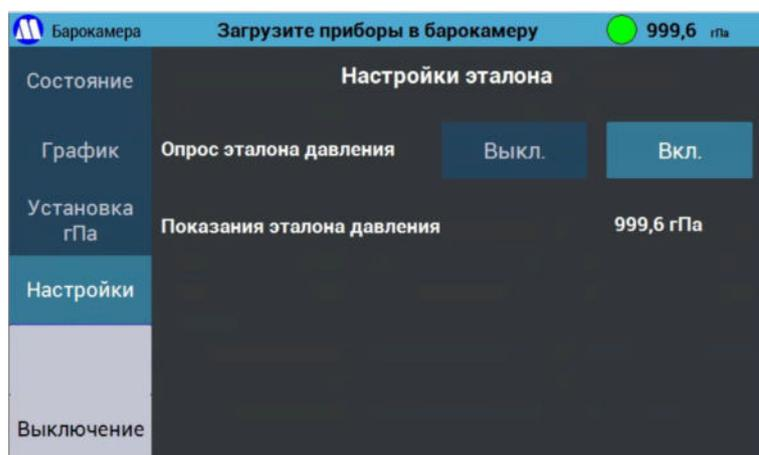

Рисунок 18 – Экран «Настройки эталона».
7.3.12.4. Кнопка «**Настройки эталона**» открывает меню (Рисунок 18), предназначенное для включения и выключения опроса эталонного преобразователя давления ПДЭ-020И к контроллеру давления (ПДЭ-020И должен быть включен). ПДЭ-020И подключается к контроллеру с помощью специального кабеля, входящего в комплект поставки установки с ПДЭ-020И. Если эталон подключен, в меню отображаются его показания. Контроллер давления автоматически корректирует показания встроенного датчика давления по подключенного показаниям эталона.